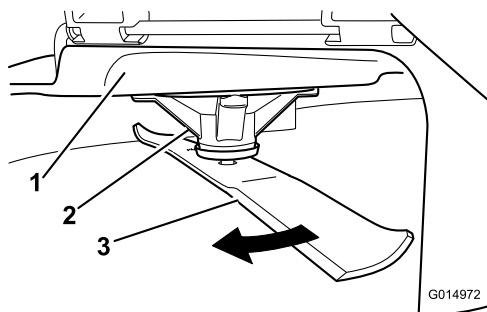

Figura 59
2. Usando luvas almofadadas ou outra proteção adequada para as mãos, rode lentamente lâmina para uma posição que lhe permita uma medição da distância entre a extremidade de corte e a superfície nivelada onde a máquina está (Figura 59).